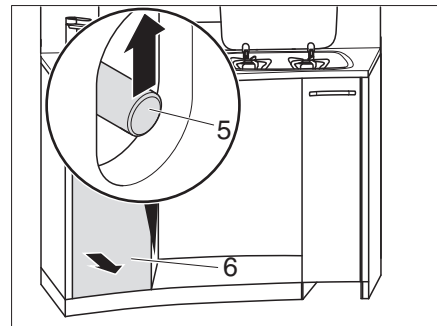

Fig. 121 Déverrouiller le tiroir de cuisine haut
- Passer une main dans l'ouverture et pousser la tige de poussée (Fig. 121,5) vers le haut.